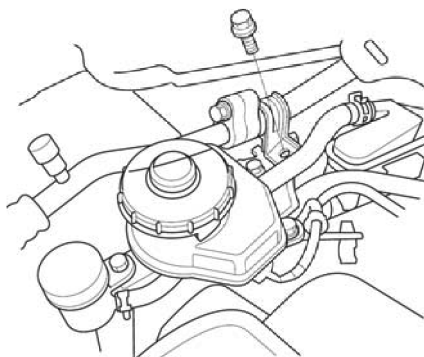

图 11-16 拆卸空调管路
- 10) 拆下空调管路托架安装螺栓, 如图 11-16 所示。